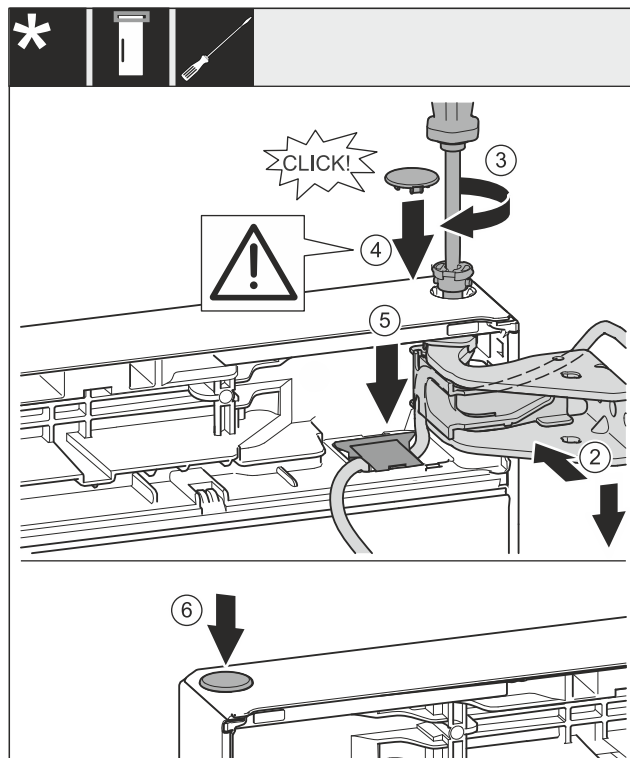

Fig. 31
- ▶ Dveře nahoře vyrovnejte s otvorem ve stojanu ložiska. Fig. 31 (2)
- ▶ Vložte čep a pevně jej utáhněte šroubovákem T15. Fig. 31 (3)
- ▶ K zajištění dveří namontujte bezpečnostní kryt: Bezpečnostní kryt nasadte a zkontrolujte, zda přiléhá na dveře. V opačném případě čep zcela zasuňte. Fig. 31 (4)
- ▶ Vložte kryt a zatlačte jej směrem dolů, dokud nezacvakne. Fig. 31 (5)
- ▶ Vložte zátku. Fig. 31 (6)